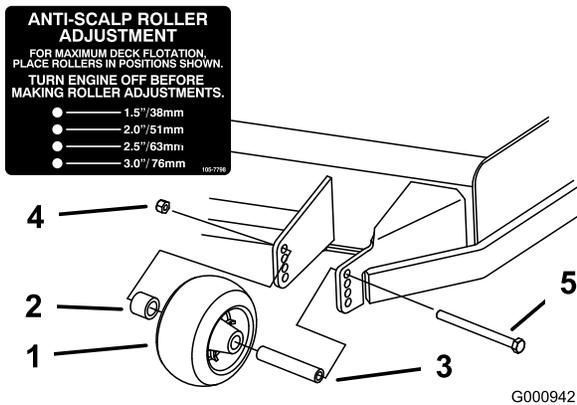
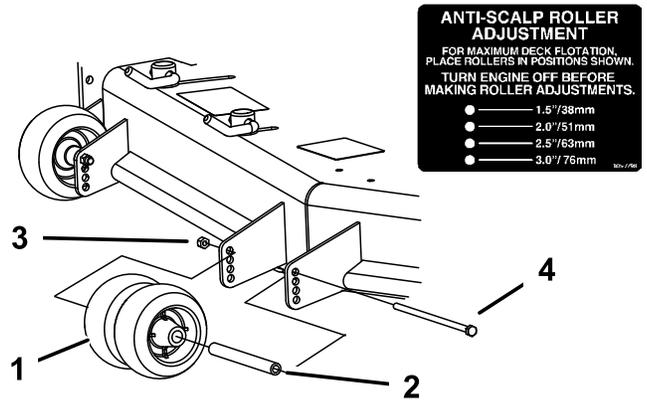
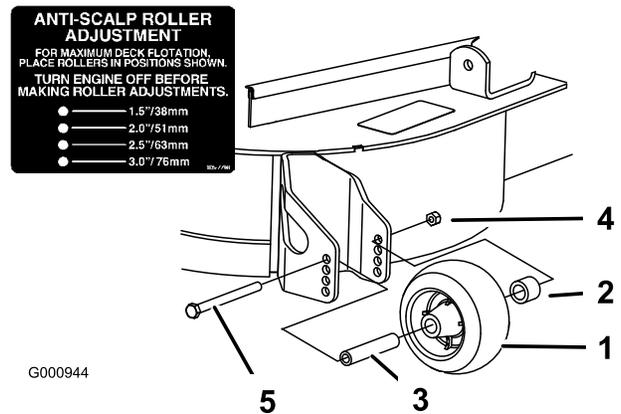

Figure 20
Figure 21
Figure 22
3. Après avoir réglé la hauteur de coupe, réglez les galets en retirant l'écrou à collerette, la bague, l'entretoise et le boulon (Figure 20, Figure 21 et Figure 22).
Remarque: Les deux galets centraux ne sont pas munis d'entretoise (Figure 21).
5. Posez l'écrou à collerette, la bague, l'entretoise et le boulon. Serrez à 54–61 Nm (40–45 pi-lb) (Figure 20, Figure 21 et Figure 22).